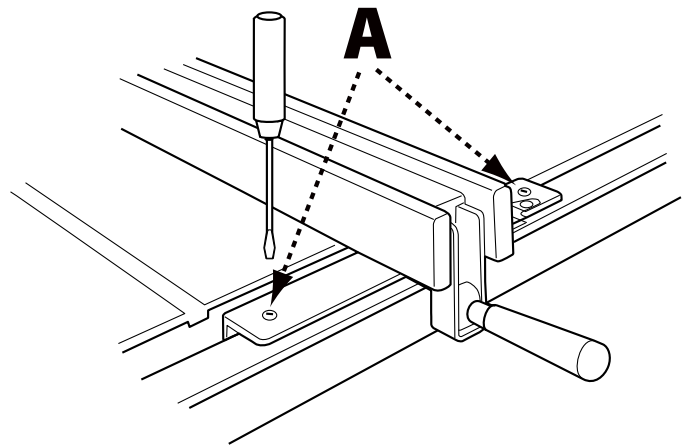

FIGURA 40
3. Si la parte frontal de la guía no está perpendicular a la mesa, suelte la palanca de sujeción y ajuste ligeramente uno de los tornillos de fijación ranurados (A), Figura 40, hasta que la parte frontal de la guía esté perpendicular con la mesa.